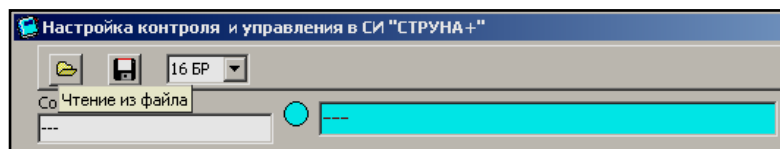
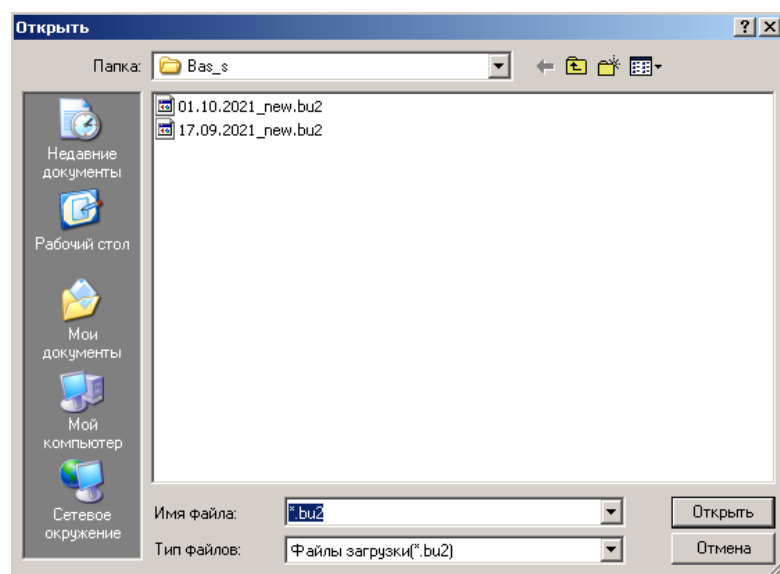

Рисунок 4.22
Рисунок 4.23
4.5.10.1 Нажать на кнопку «Чтение из файла» (рисунок 4.22). В результате на экране появится форма «Открыть» (рисунок 4.23).